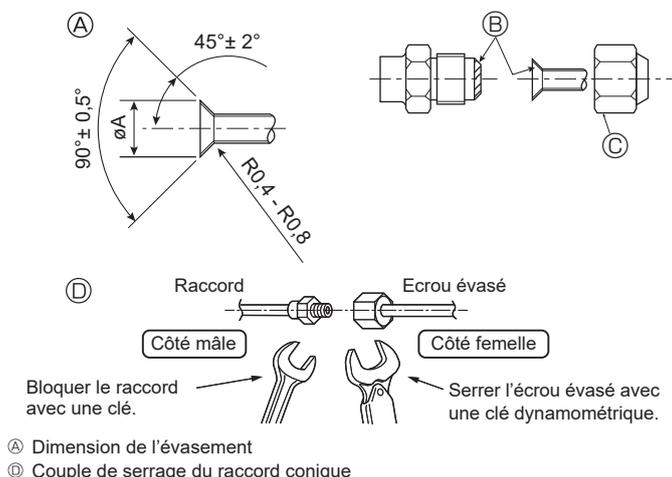

Fig. 4-6
Ⓐ (Fig. 4-6)
Ⓒ (Fig. 4-6)
4.4. Connexion des tuyaux (Fig. 4-6)